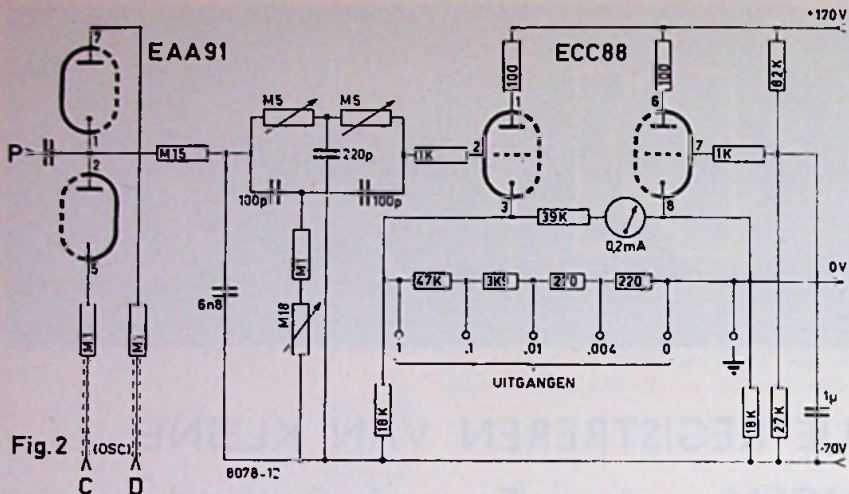

Fig. 2
C. Fasedetector. (fig. 2).
D. Uitgangen. (fig. 2).